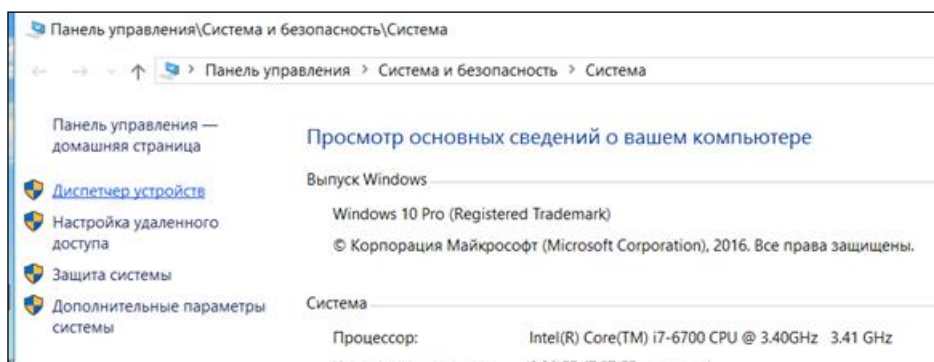

Рис. 25.
3.5.3.2. Скопируйте папку **Colip** с диска **SSD3** на диск **C** ПК, к которому будет присоединен проводной сканер. Для создания виртуального COM-порта из папки **Colip** запустите файл **USBCOMInstaller.msi**. Для этой процедуры у пользователя ПК должны быть права администратора. Присоедините сканер к ПК. Откройте вкладку «Диспетчер устройств» (рис. 25).